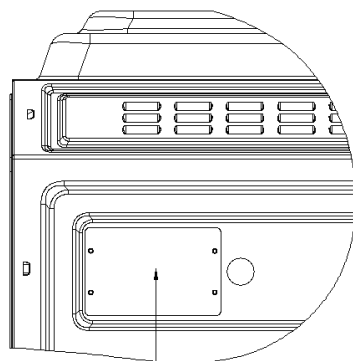

Fig.1.1
Étape 1 : Retirez la bande de câblage, comme le montre la Fig.1.1